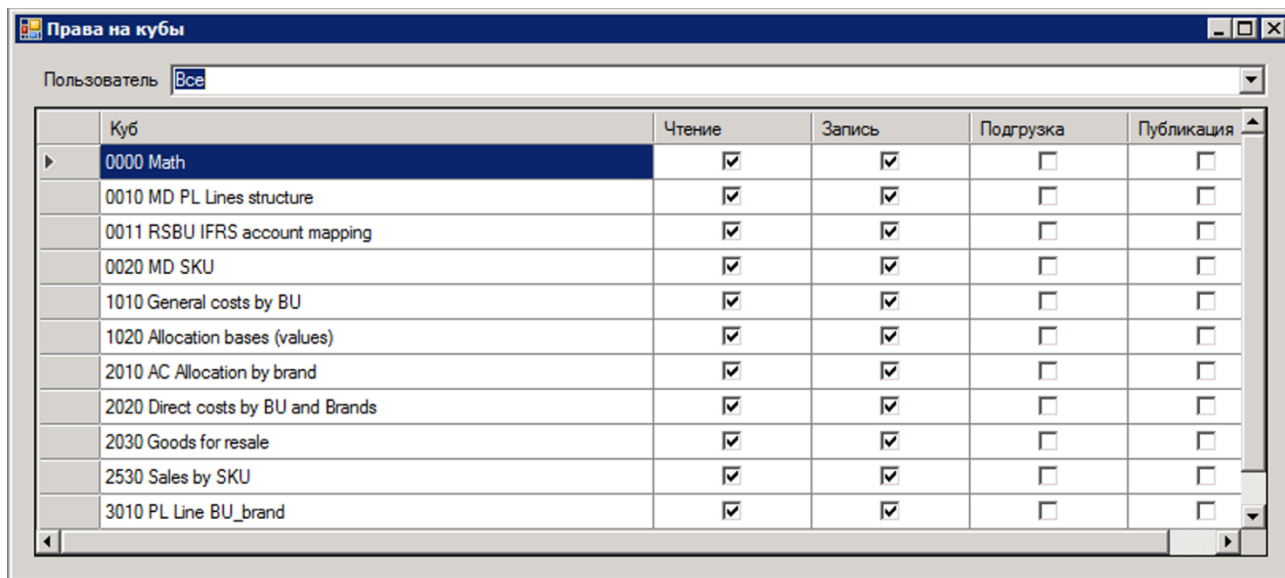

Рисунок 13. Окно настройки прав пользователей на кубы.
- Кубы – открывает диалоговое окно, в котором можно настроить права отдельных пользователей, или групп пользователей по работе с отдельными кубами (Рисунок 13).